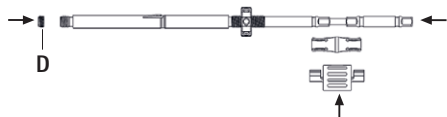

Fig. 11
- Introducir el destornillador en el casquillo interior, asegurarlo con el distanciador y encajar el tornillo de bloqueo **D**, ver Fig. 11.